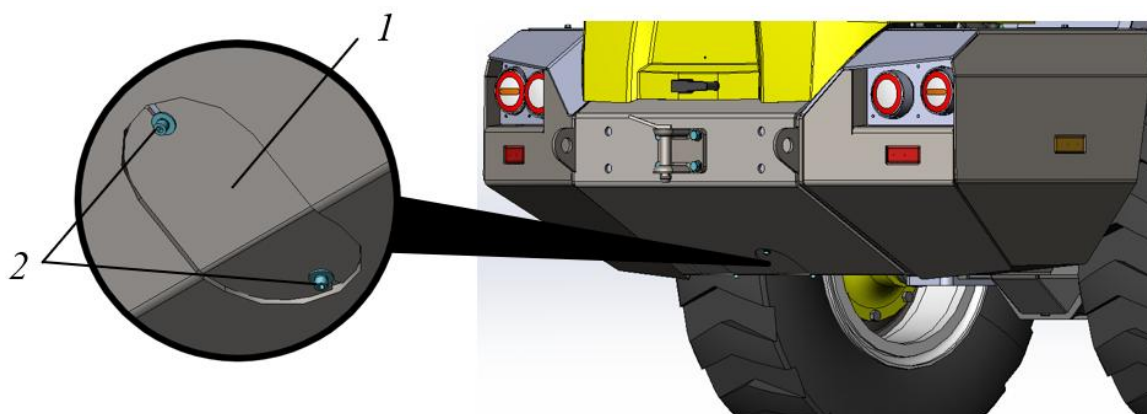

Рисунок 5.50. Сервисный лючок для слива гидравлического масла с бака
- ▶ Снять правый лючок 1 в задней части машины, см. рис. 5.50.
- ▶ Установить правый лючок 1, закрепив его винтами с шайбами 2, см. рис. 5.50.